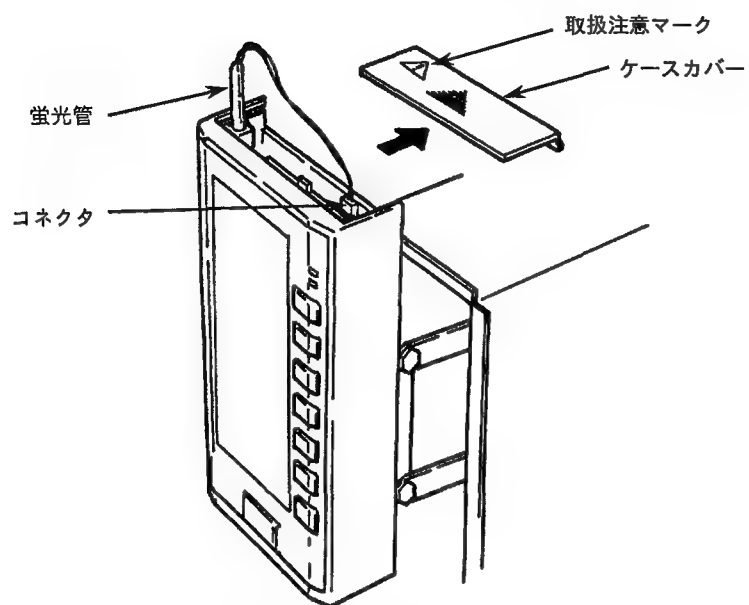

図11.4 蛍光管の交換
- ①フロントパネルをスイングアップします。
- ②フロントパネル上部のケースカバーを取り外します。
- ③蛍光管用コネクタを外し、蛍光管を引き上げます(図11.4参照)。